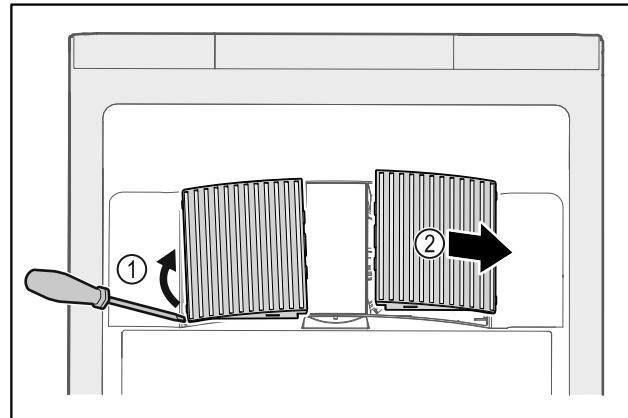

Fig. 105
- Кожух вентилятора обережно підважити зі сторони Fig. 105 (1) і витягнути рухом вперед Fig. 105 (2).